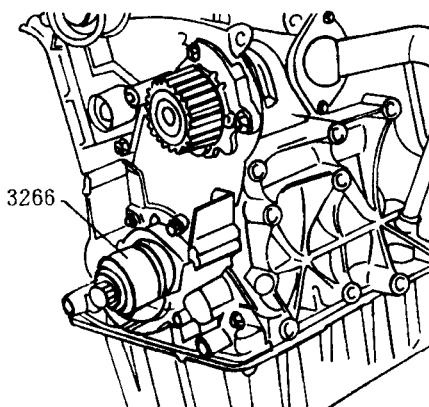
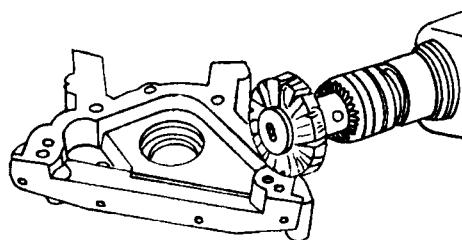

图 1-23
图 1-25
③将油封从导向套筒推入，将油封和压力套筒 3266 一同压紧，可利用曲轴端齿形皮带轮的中心螺栓在曲轴上（图 1-23）。
④没有磨合痕迹：均匀压入油封。
⑤曲轴上有磨合痕迹：压牢油封。
⑥安装曲轴端齿形皮带轮，并用专用托架 3099 固定（图 1-25）。
④拧下前密封法兰。取下密封法兰，若需要，可用橡胶锤轻敲，使法兰松动。
⑤用平刮刀刮掉缸体上的密封剂残余物，密封法兰上的密封剂残余物可用旋转式塑料刷子刷掉（戴上防护眼镜）（图 1-25）。